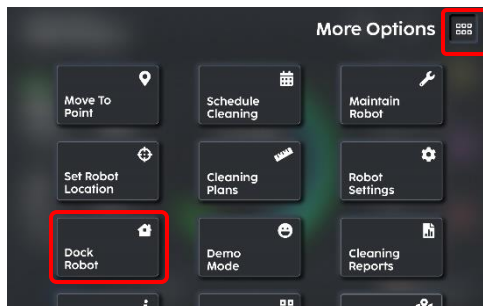

Fig. 1
2. Selecteer 'Dock Robot (Robot koppelen)' (fig. 1).